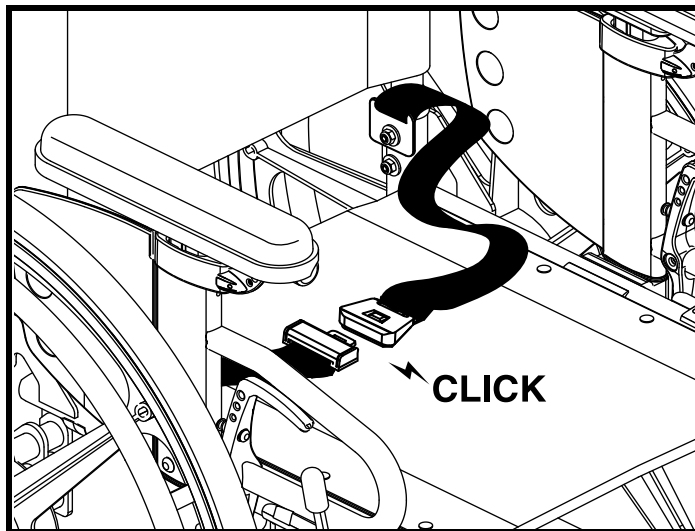

Figure 37. Réglage du ceinture de positionnement
1. Prenez place sur le fauteuil, insérez l'onglet de métal dans le boîtier en plastique sur le côté opposé jusqu'à ce que le «clic» se fasse entendre. See figure 37.